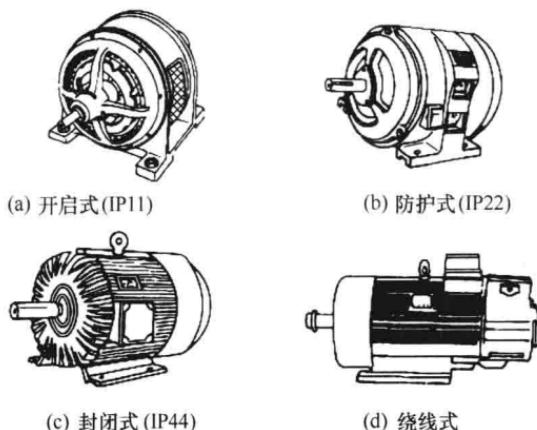

图 1-1 三相异步电动机外形图
① 按三相异步电动机的转子结构形式分类 可分为笼式和绕线式，其中笼式电动机使用得最广泛。
② 按三相异步电动机的防护形式分类 可分为开启式 (IP11)、防护式 (IP22 及 IP23)、封闭式 (IP44) 等，如图 1-1 所示。